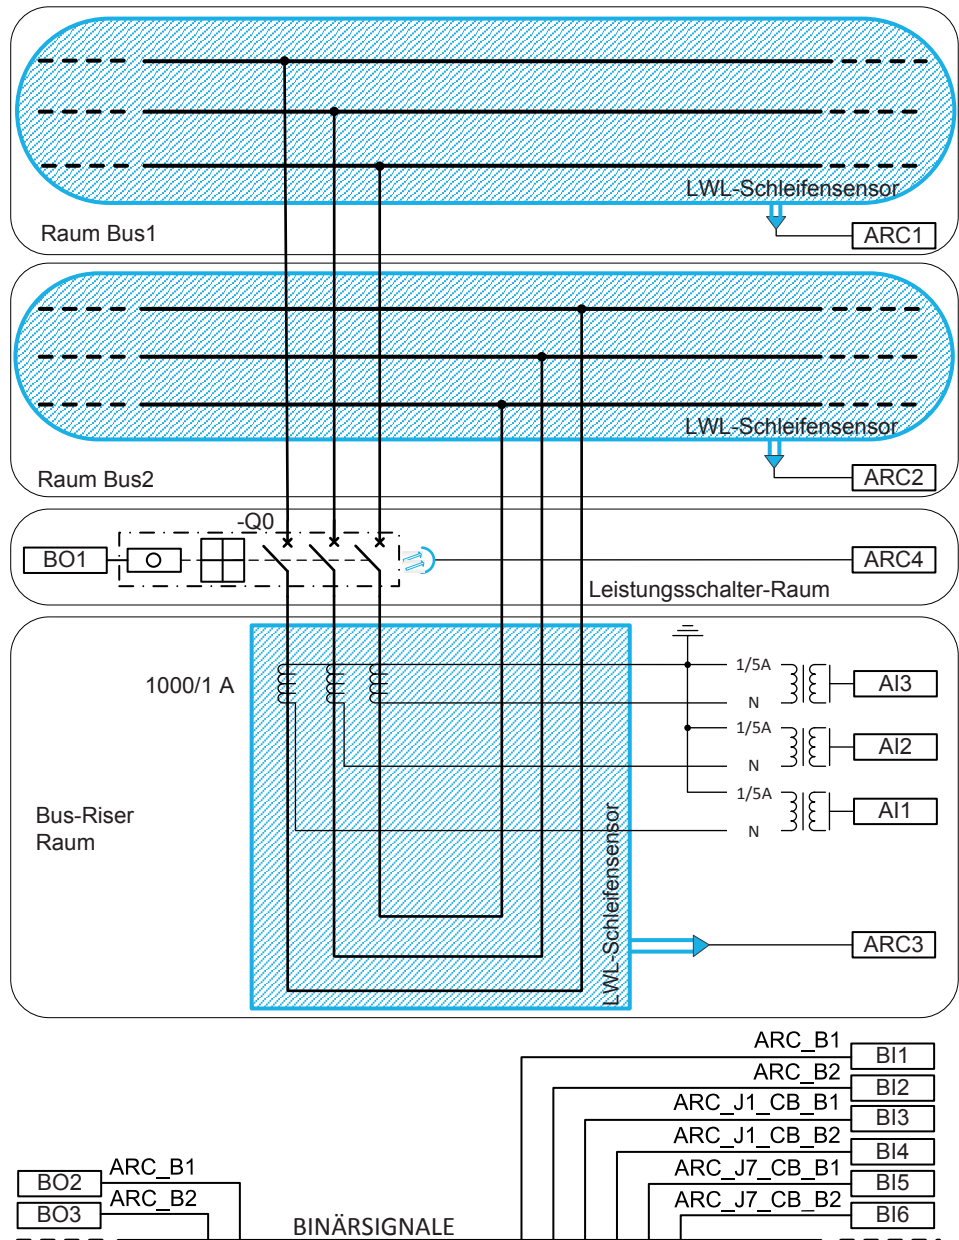

Abb. 69: Anschluss Schaltbild für den Buskoppler +J4
Abbildung 69 zeigt die Binäreingänge (BI), Binärausgänge (BO), analoge (AI) Eingangssignale und ARC-Eingänge.